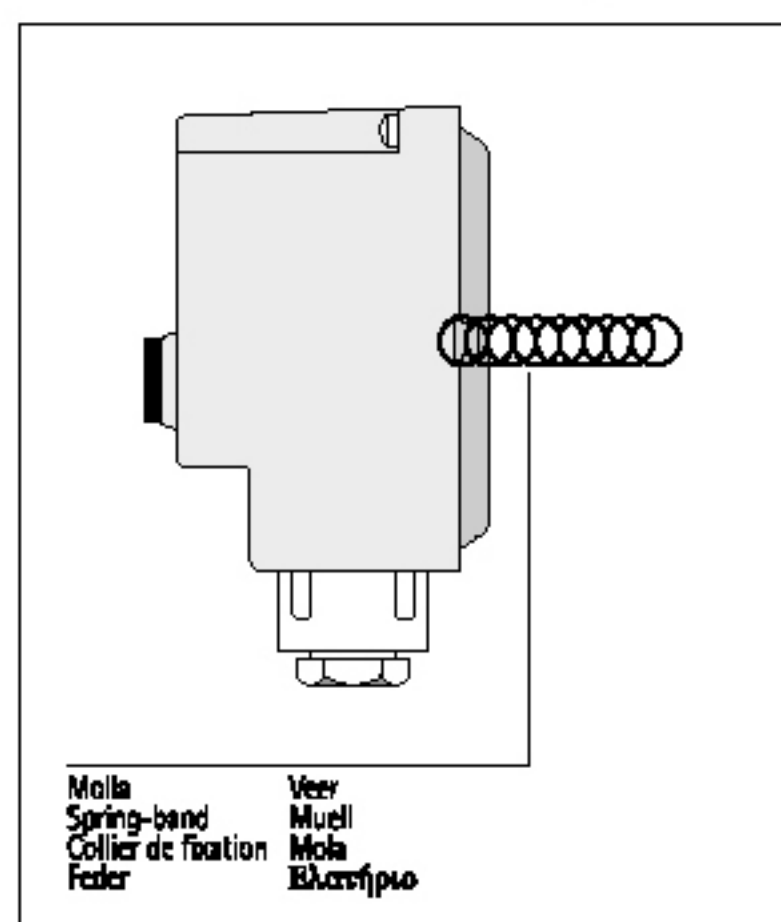

fig.3 - e.u.c.3
A) Fixer l'aquastat sur le tuyau en utilisant le ressort fourni. (fig.3)
A) Das Produkt mit dem mitgelieferten Spezialteil an der Leitung befestigen. (Abb.3)